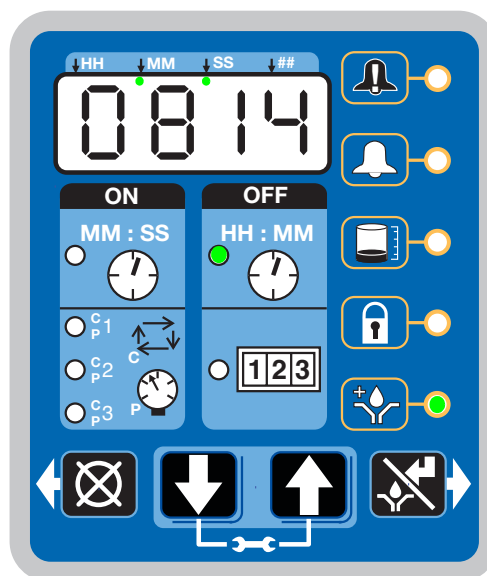

Рис. 56
- Горит индикатор рядом с часами в поле «OFF» (Рис. 56).
- Горит светодиодный индикатор предварительной смазки (Рис. 56).
- На дисплее отобразится оставшееся до смазочного цикла время. В примере на Рис. 56 до начала смазочного цикла осталось 8 минут 14 секунд.